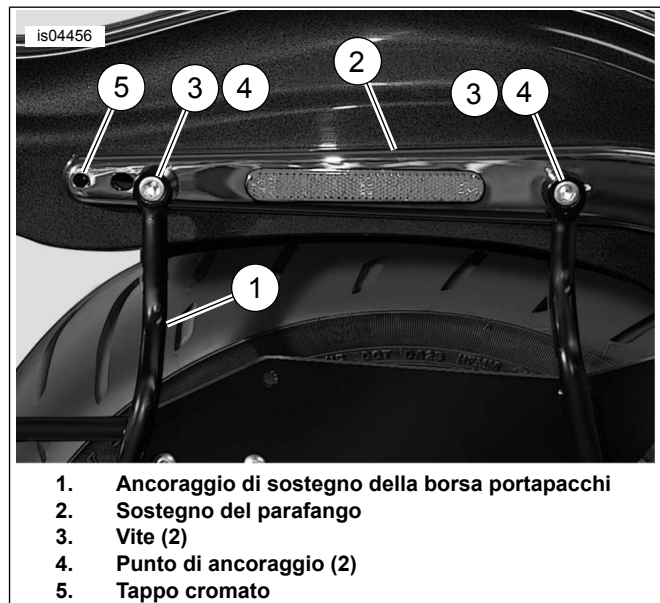

Figura 9. Installazione dell'ancoraggio di sostegno della borsa portapacchi
1. Vedere Figura 9. Montare l'ancoraggio di sostegno della borsa portapacchi (1) sul sostegno del parafango (2) e il parafango usando due viti (3) e la piastra con i prigionieri originali.
3. Se si usa la bulloneria di ancoraggio, installare i punti di ancoraggio (4) tra il sostegno del parafango e l'ancoraggio di sostegno della borsa portapacchi.
4. Premere il tappo cromato (5) del kit del cablaggio nel foro per coprire il punto di montaggio originale degli indicatori di direzione.